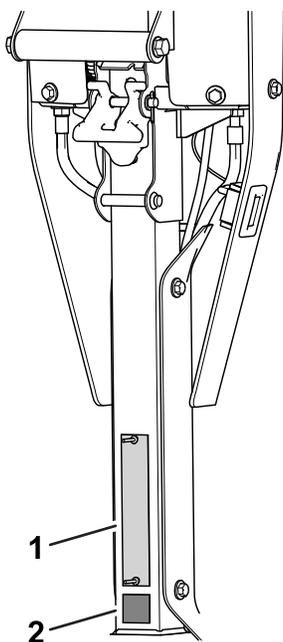

図 6
- シリアルプレートの下に CE デカルを貼りつける 図 6。